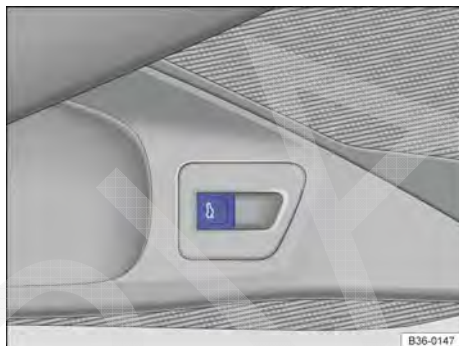

Fig. 90 Na porta do condutor: botão de destravamento da tampa do compartimento de bagagem.
- **OU:** na porta do condutor, puxar o botão  para cima → Fig. 90. No caso do Passat, a tampa do compartimento de bagagem se abre automaticamente. O botão também funciona com a ignição desligada.
- **OU:** puxar o botão  → Fig. 90 da porta do condutor para cima. O botão também funciona com a ignição desligada. ▶
- **OU:** puxar o botão  → Fig. 90 da porta do condutor para cima.